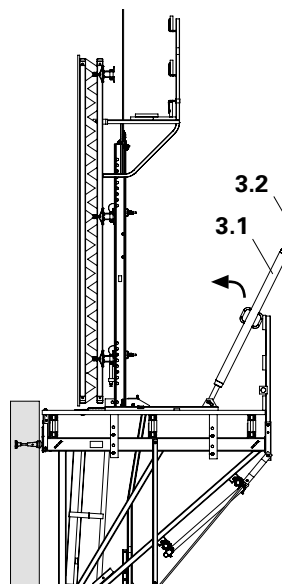
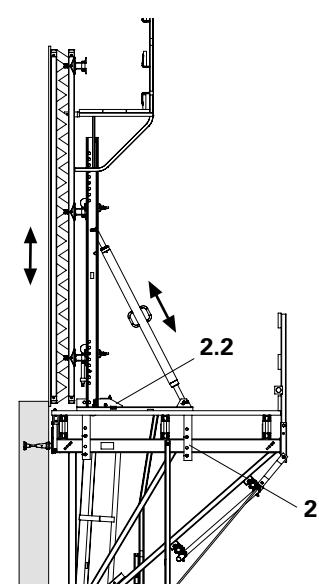

Fig. B2.08
Fig. B2.09
6. Fijar el tornapuntas (3.1) al perfil vertical con bulón  $\varnothing 25 \times 180$  y grupilla de seguridad (3.2). (Fig. B2.08)
9. Acercar el carro (2) con el encofrado al muro y asegurar el carro con la cuña dentada (2.2).
10. Posicionar el encofrado. (Fig. B2.09)